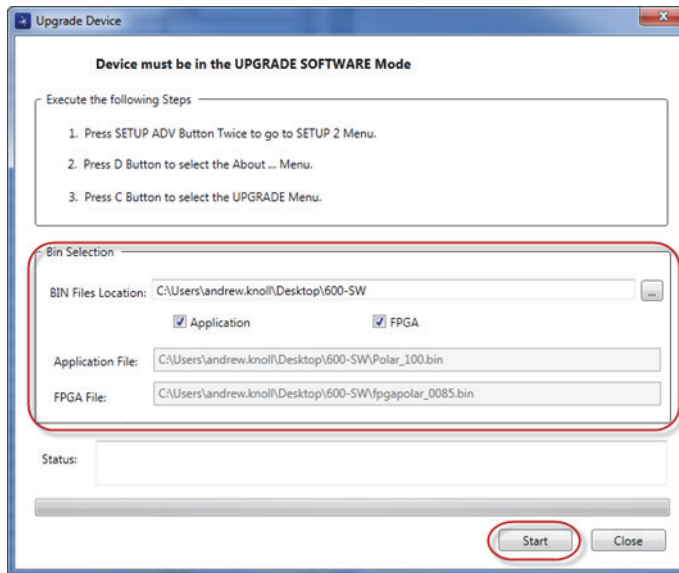

Abbildung 6-13 Dialogfeld Upgrade Device
Das Dialogfeld **Upgrade Device** wird eingeblendet (siehe Abbildung 6-13 auf Seite 330).
7. Wählen Sie im Dialogfeld **Upgrade Device** unter **Bin Selection** den Speicherplatz der NORTEC-600-Betriebssoftware und dann **Application** und das Kontrollkästchen **FPGA** aus (siehe Abbildung 6-13 auf Seite 330).